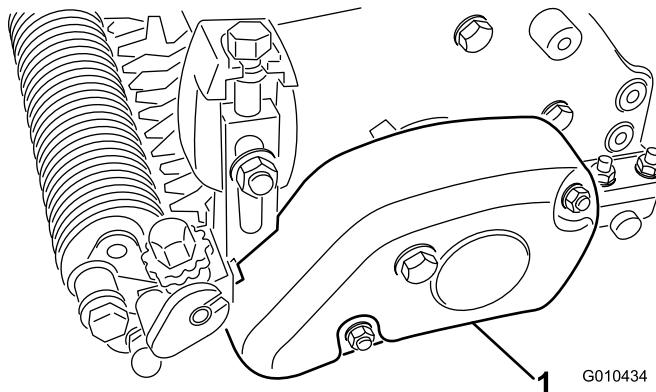

Figura 20
- Montate il copricinghia sul gruppo di alloggiamento del groomer con 2 dadi di bloccaggio (M8) come mostrato nella Figura 20.